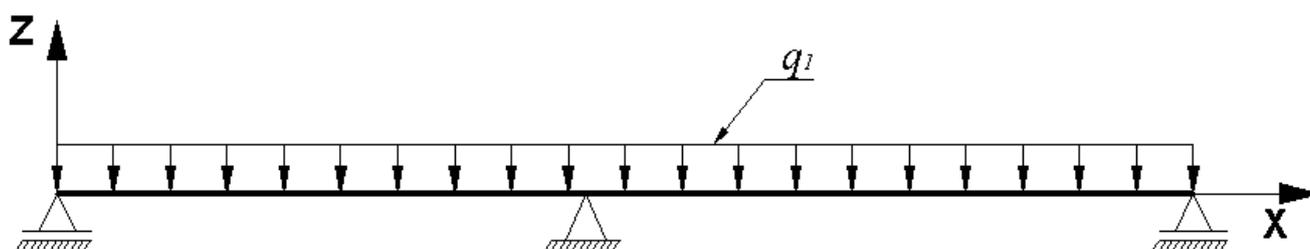

Рис.7.3. Схема загрузки 1 балки
- нагружение 1 – собственный вес (рис.7.3);